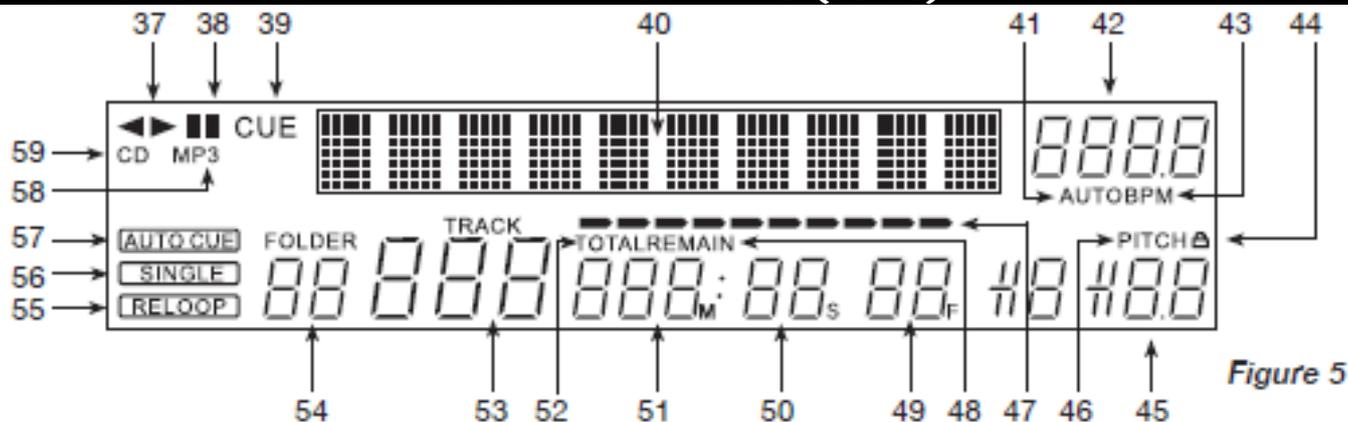

Figure 5
D. PANNEAU D’AFFICHAGE VFD (FIGURE 5)
45. COMPTEUR DE PITCH : Ce compteur affiche le pourcentage de pitch appliqué par le PITCH SLIDER (3).